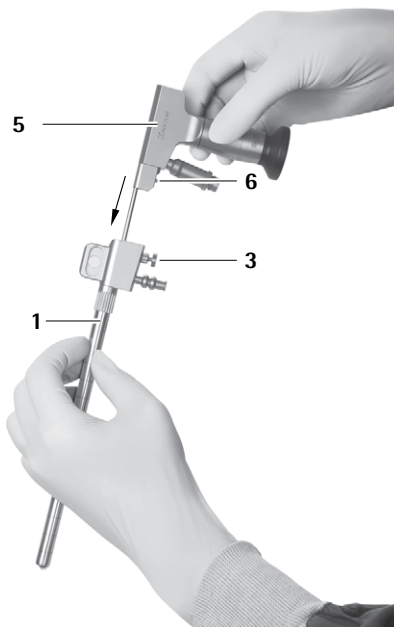
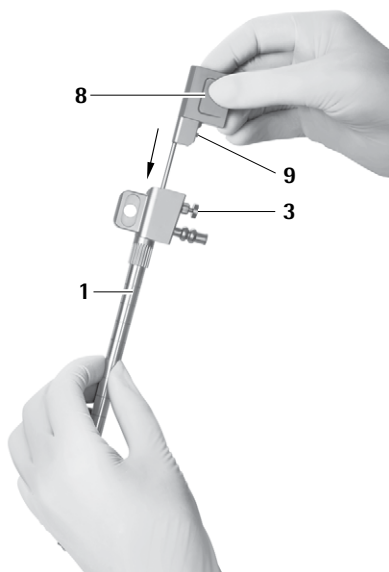

Fig. 14
Fig. 15
- Accertarsi che il perno di bloccaggio 6 dell'endoscopio 5 e/o il perno di bloccaggio 9 dell'otturatore per il canale dell'ottica 8 si trovi sullo stesso lato del pulsante di rilascio 3 del trocar MINOP InVent 1, vedere Fig. 14 e vedere Fig. 15.